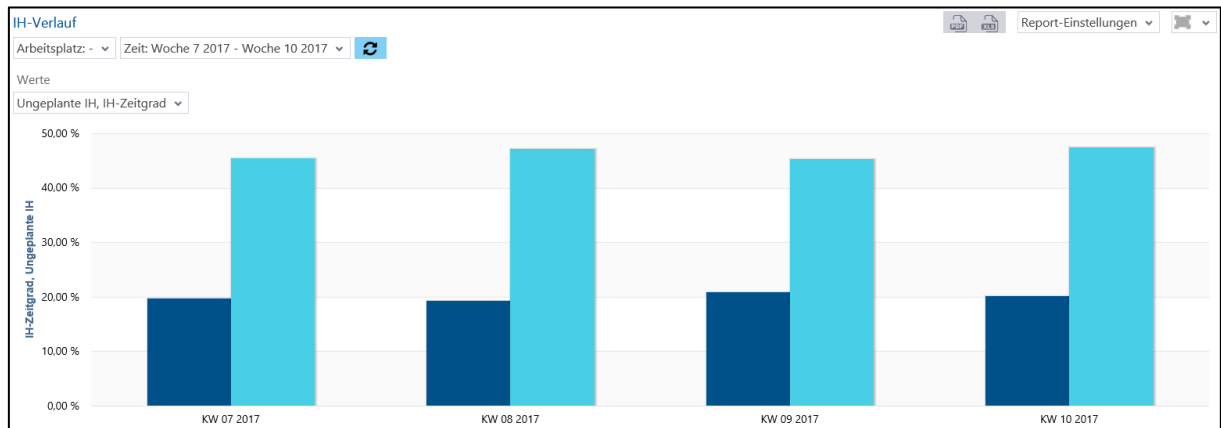

Bild 148: IH-Verlauf als Säulendiagramm
- IH-Verlauf als Säulendiagramm (Bild 148):